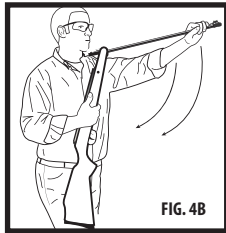

FIG. 4B
6. Træk hurtigt og fast mundingen for enden af løbet ned, så langt det vil gå for at engagere handlingen (**Fig. 4B**).